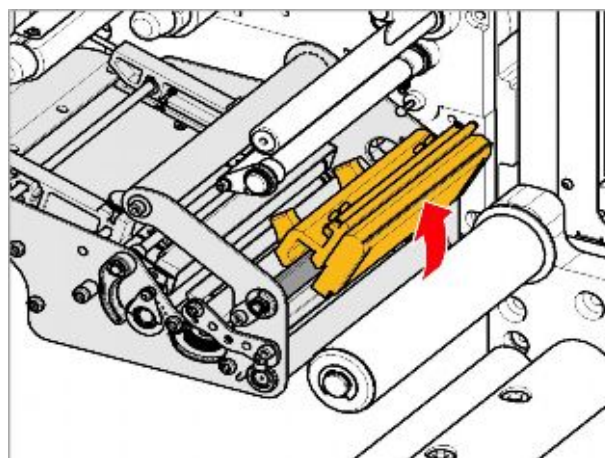

Рис. 4. Поверните печатающую головку вверх
5. Поверните печатающую головку вверх (Рис. 4).